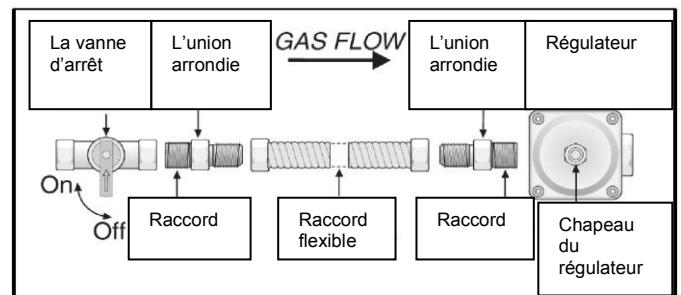

Figure 14
peut faire craquer le régulateur résultant en une fuite de gaz et un feu ou une possible explosion (voir Figure 14).
- 5) Visez de nouveau le chapeau du régulateur dans le régulateur et ré-attachez le régulateur au raccord et à l'union arrondie (voir Figures 14 et 23).